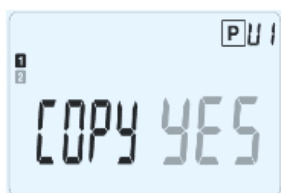

Fig. 24
- a. choisir le symbole « je vais me coucher » , correspondant à la fin de la journée, pour terminer ; le thermostat vous demandera de copier le programme de la journée, que vous avez à peine configuré et que vous avez décidé de fermer, sur les journées suivantes, comme illustré sur la Fig. 24: